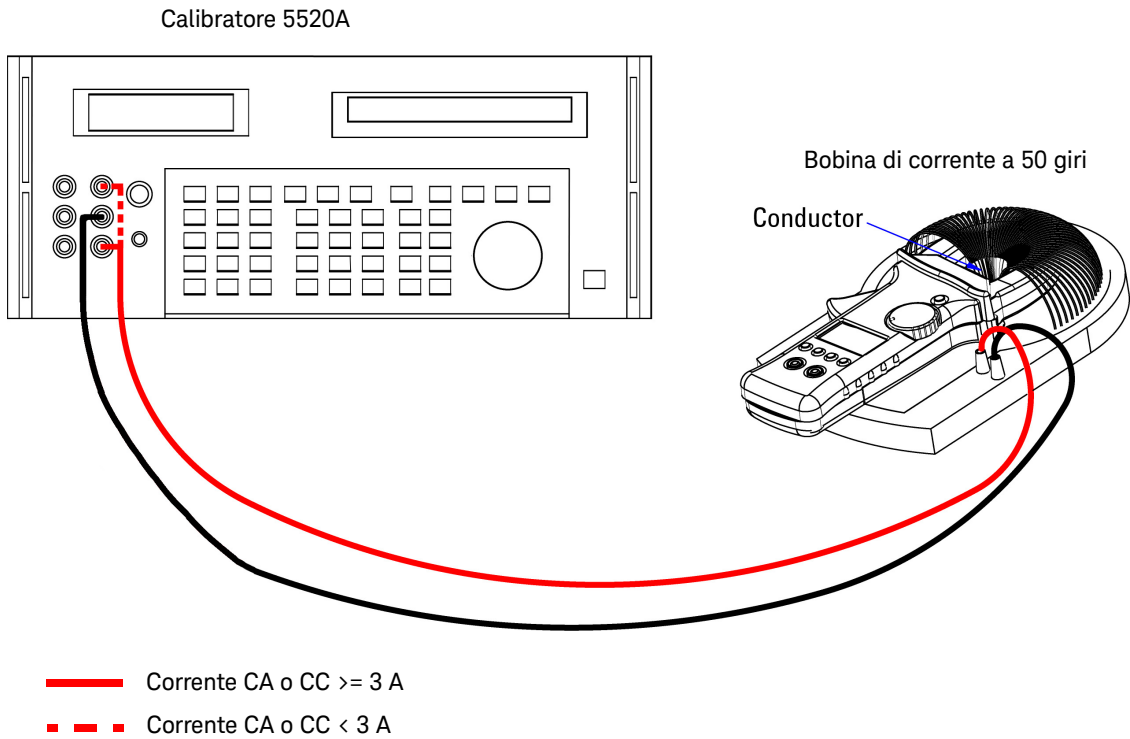

Figura 6-2 Impostazione test di verifica delle prestazioni della corrente
- 1 Posizionare la bobina di corrente a 50 giri come mostra la Figura 6-2, "Impostazione test di verifica delle prestazioni della corrente," a pagina 93.